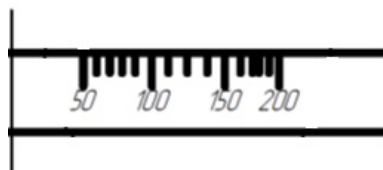

Рис. 14. Шкала индикатора натяжения арт. AXS411
13. Контролируйте натяжение троса по шкале индикатора натяжения арт. AXS411 (Рис.14) входит только в состав линии АКЦИОС С арт. AXSC012, AXSC020, AXSC026; если индикатора натяжения нет в составе линии, то контроль натяжения необходимо проводить по шкале интегрированного индикатора натяжения на амортизаторе арт. AXS341). Значения натяжения троса для различных пролетов приведены в таблицах 1-3.